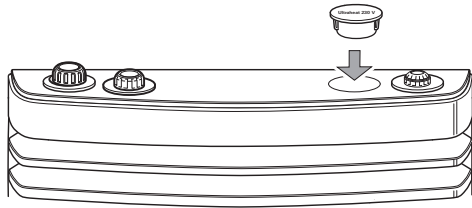

Fig. 22
- ▶ Udskift en ledig afdækningshætte på S-varmeanlæggets afdækning med en afdækningshætte med »Ultraheat 230 V« påtrykt (Fig. 22).